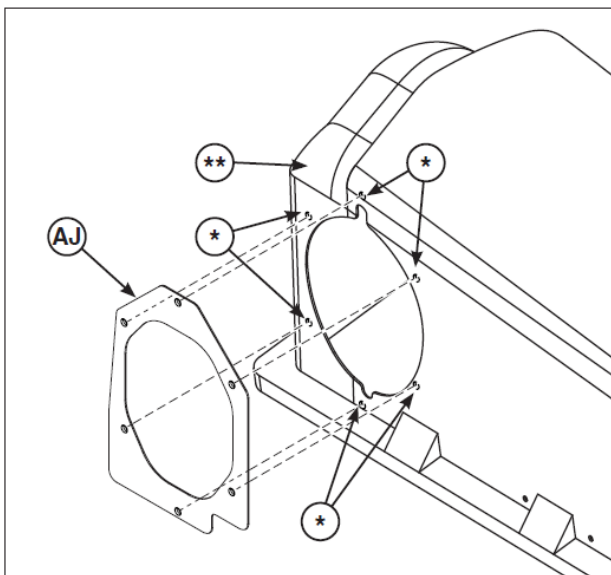

図 25
1. フランジシール（図 25 の AJ）上の目印のように、カバー-Assy（**）に 5.2mm の穴（*）を 6 つ空けてください。